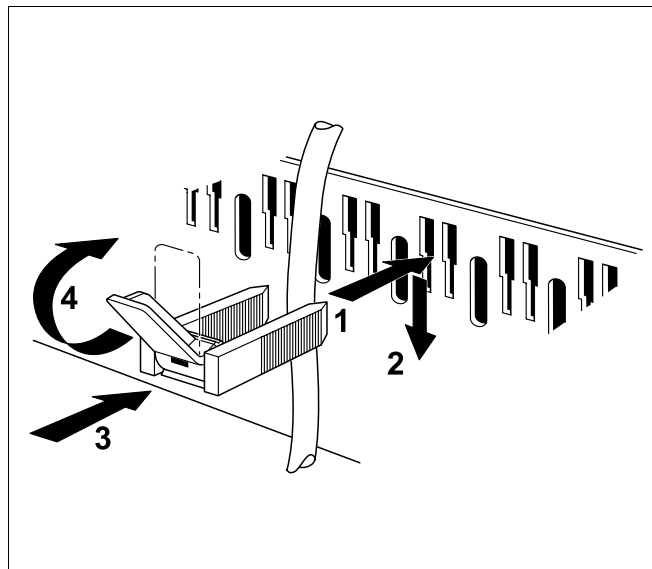

Fig. 59 Se asigură circuitele cu bride de cablu
- Bridele de cablu Fig. 59 se leagă la circuitul stabilit, conform celor indicate, prin partea superioară în slitul ramei de brida (Fig. 59, **etapa 1**).
- Se trage în jos brida de cablu (Fig. 59, **etapa 2**).
- Se presează brida (Fig. 59, **etapa 3**).
- Se trage maneta în sus (Fig. 59, **etapa 4**).